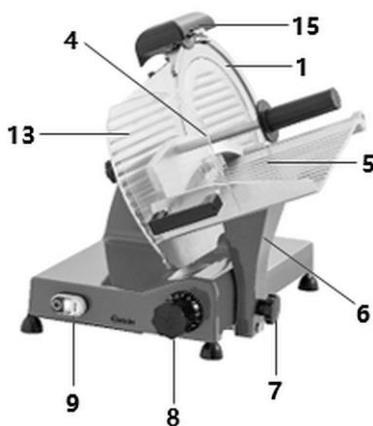

Рис. 6
**Работа прибора (рис. 6, 7)**
2. Для включения прибора следует нажать белую кнопку START (B) на выключателе прибора (9).